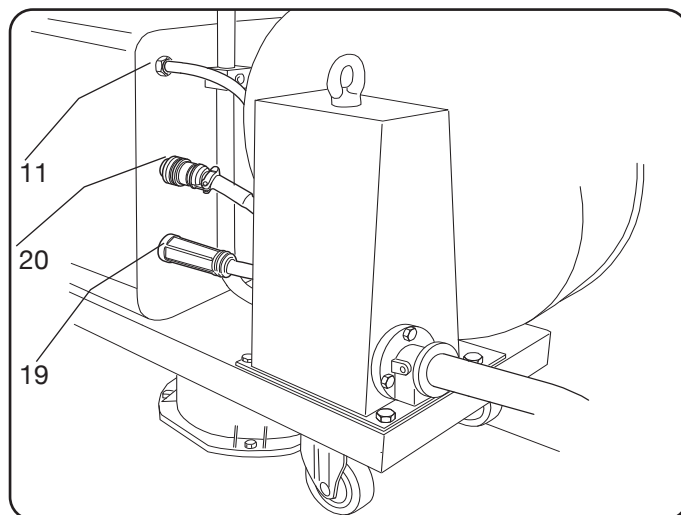

Fig 5
- ◆ Evitare di disporre la connessione sotto forma di bobina, per ridurre al minimo gli effetti induttivi che potrebbero influenzare la saldatura. Collegare l'altra estremità della connessione BA al carrello traina filo (vedi fig.5).